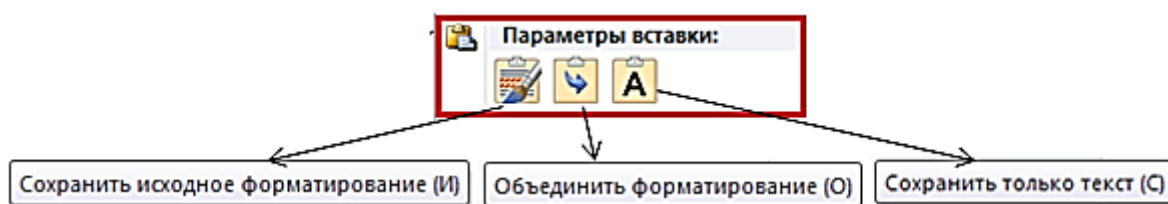

Рис. 36. Выбор способа вставки фрагмента из буфера обмена
2) щелкнуть в месте вставки правой кнопкой *мыши* и в контекстном меню выбрать способ вставки (рис. 36).